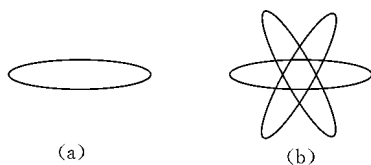

图 3.9 自动编辑“旋转”中“复制”命令示例
【例 3.4】 将图 3.9(a)所示椭圆通过自动编辑进行旋转,并且实现旋转的同时复制多个椭圆,如图 3.9(b)所示。操作步骤如下。
① 选择要旋转的图 3.9(a)所示椭圆,椭圆的圆心点、四个象限点亮显蓝色;
② 再在椭圆的圆心点单击,亮显红色,圆心点即为夹点;
③ 在绘图区域单击鼠标右键,在快捷菜单中选择“旋转”命令,或命令行输入 R;在绘图区域单击鼠标右键,在快捷菜单中选择“复制”命令,或命令行输入 C;
④ 看命令行提示,输入旋转角度 60,回车,继续输入旋转角度 120,回车。再回车。则实现如图 3.9(b)所示的图形。